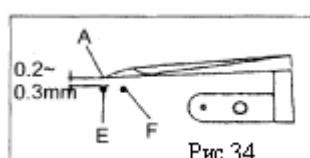

Рис.34
b. Для двухигольной машины (Рис. 34)
7-13 Регулировка игольного ограждения (заднего) (Рис.34)